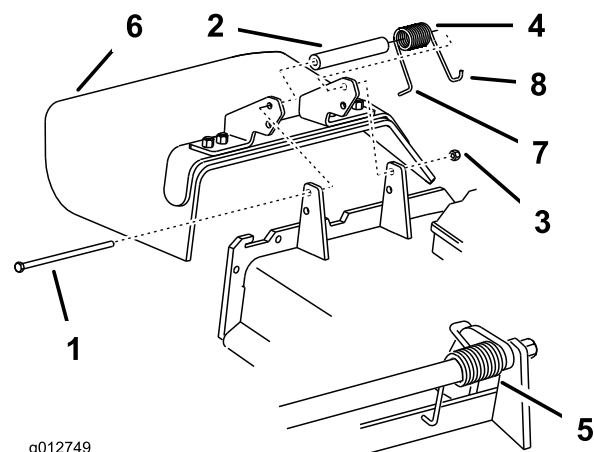

Figure 88
**Remarque:** Prenez soin de placer l'extrémité en L du ressort derrière le bord du plateau avant de mettre le boulon en place, comme indiqué à la Figure 88.
- Remettez le boulon et l'écrou. Accrochez l'extrémité en J du ressort au déflecteur d'herbe (Figure 88).
- Retirez le contre-écrou, le boulon, le ressort et l'entretoise qui fixent le déflecteur aux supports de pivot (Figure 88). Enlevez le déflecteur s'il est endommagé ou usé.